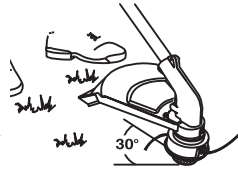

Fig. 12
ADVERTENCIA: Evite los arranques accidentales. Colóquese en posición de inicio cuando tire de la cuerda de arranque (Fig. 12). El operador y la unidad deben estar en una posición estable al arrancar la unidad para evitar graves lesiones personales. Compruebe que cualquier complemento usado se instale correctamente y que esté seguro, antes de poner en marcha la unidad.
4. Soporte en la posición de arranque y no apriete el control de regulador (Fig. 12). Tire bruscamente del cordón de arranque hasta 5 a 10 veces.
1. Sostenga la bobina exterior con una mano y desenrosque la Bump Knob™ en sentido antihorario (Fig. 12). Inspeccione el perno de adentro de la perilla percusiva para verificar que se mueva con libertad. Cambie la perilla percusiva si está dañada.
1. Sostenga la bobina exterior con una mano y desenrosque la perilla percusiva en sentido antihorario (Fig. 12). Inspeccione el perno dentro del botón de tope para verificar que se mueva con libertad. Cambie el botón de tope si está dañado.